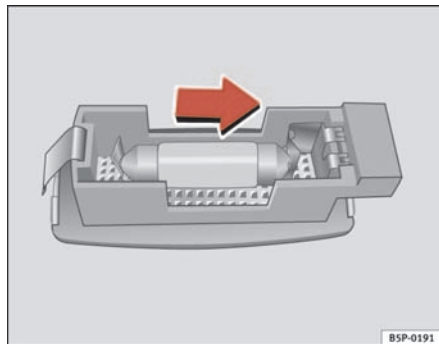

Fig. 179 Desmontaje luz del parasol
- Retire la luz con cuidado, utilizando el destornillador por su parte plana, tal como indica la figura. ⇒ fig. 179.
- Retire la lámpara, moviéndola en el sentido de la flecha y hacia afuera. ⇒ fig. 179